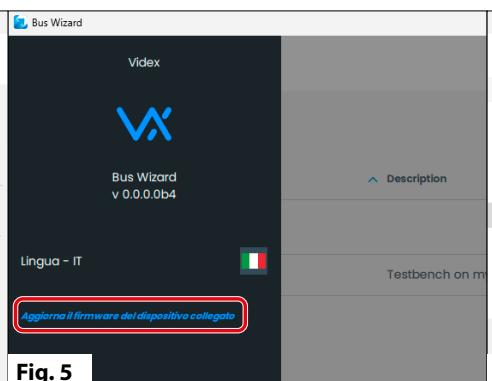

Fig. 5
5. Fare clic su "Aggiornare il firmware del dispositivo collegato" (Fig. 5)